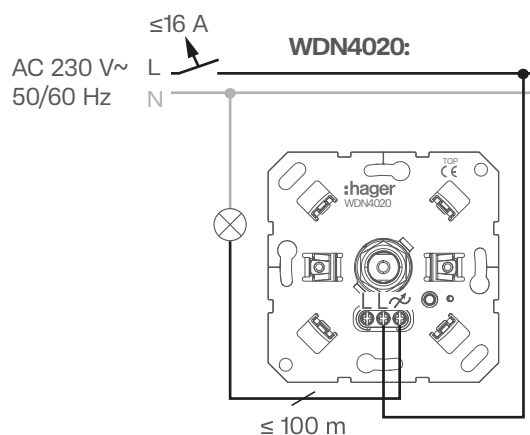

Fig. 4: Schema di collegamento
- 1 Collegare il dimmer illuminazione (7) seguendo lo schema di collegamento (Fig. 4).